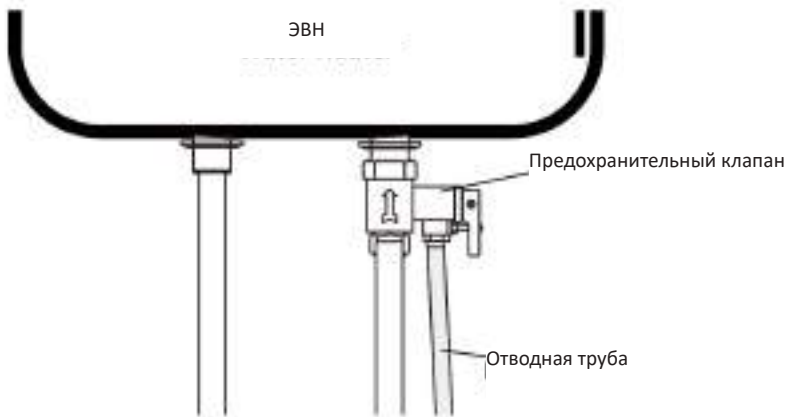

Рис. 8
- Устройство сброса давления должно быть подключено к ЭВН и установлено на вводе холодной воды. Направление установки должно быть правильным, отверстием сброса давления вниз (см. рис. 8).